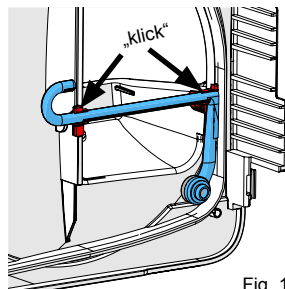

Fig. 12
- Inlocuiti furtunul de scurgere prin apasarea pe ambele cleme (Fig. 12).